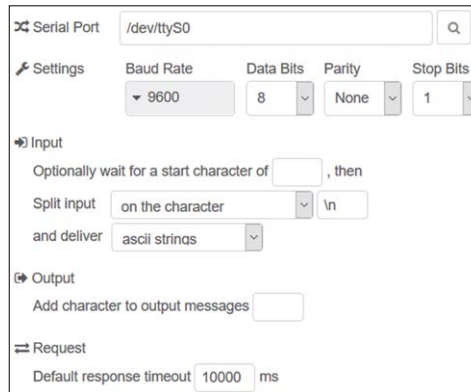

Figure 11.7 Configuration du nœud serial dans
- Créer un **en série dans** Node et configurer comme indiqué dans la figure 11.7 (cliquez sur le stylo après le port série), cliquez **Mise à jour** et **Terminé**. Les **Port série** est réglé sur /dev/ttyS0, **Débit en bauds** est réglé à 9600, 8 bits de données, pas de parité et 1 bit d'arrêt (ces paramètres doivent être identiques aux paramètres du côté émetteur)